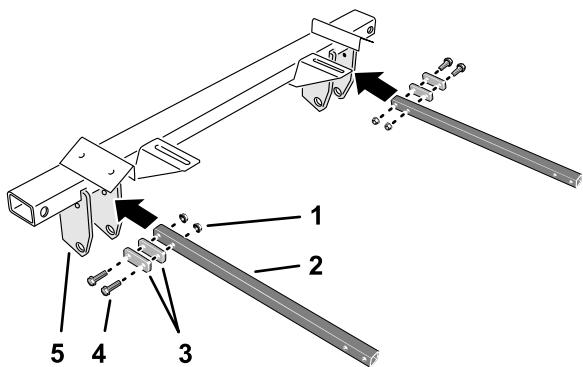

Figura 2
1. Instale provisionalmente un tirante en el soporte de bisagra del travesaño trasero con 2 espaciadores, 2 tornillos de caperuza con arandela prensada ($\frac{3}{8}$ " x $2\frac{1}{2}$ ") y 2 contratueras con arandela prensada ($\frac{3}{8}$ "), tal y como se muestra en la Figura 2.
2. Instale provisionalmente un tirante en el soporte de bisagra en el otro extremo del travesaño trasero (Figura 2) con 2 espaciadores, 2 tornillos de caperuza con arandela prensada ($\frac{3}{8}" \times 2\frac{1}{2}"$) y 2 contratuercas con arandela prensada ($\frac{3}{8}"$).